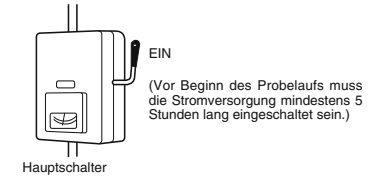

Abb. 7-1
- Die Stromversorgung zur Einheit wurde mindestens 5 Stunden vor dem Starten des Kompressors eingeschaltet. Die Unterseite des Kompressors sollte sich erwärmt haben, und das Kurbelgehäuse-Heizelement in der Nähe der Kompressorstützen sollte sich heiß anfühlen. (Abb. 7-1)